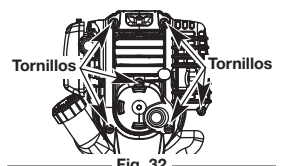

Fig. 32
La velocidad mínima del motor puede ser ajustada. Puede tener acceso al tornillo de ajuste de mínima a través de un orificio en la parte superior de la cubierta del motor (Fig. 32).
- Quite los dos (6) Tornillos de encima de la tapa del motor con un destornillador de pala o Torx® #25 (Fig. 32).
- Saque la cubierta del motor (Fig. 32).